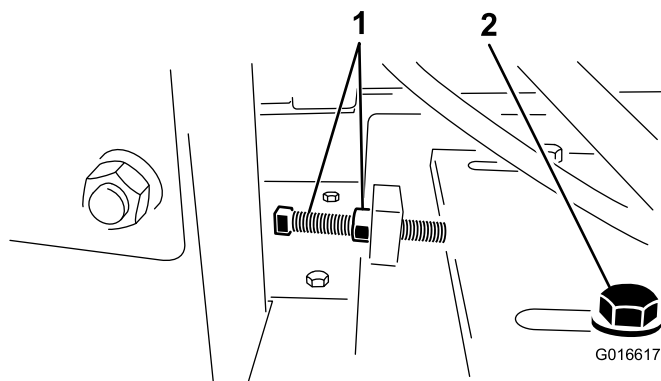

Figura 26
4. Afloje el perno tensor de la correa y la contratuerca (Figura 26).
4. Afloje el perno tensor de la correa y la contratuerca, y mueva el motor hacia la carcasa del volante para aflojar la correa (Figura 26).